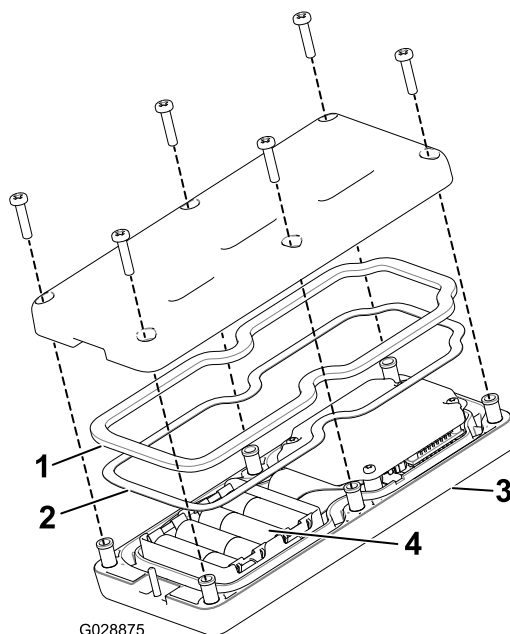

Figura 18
3. Asegúrese de que el obturador de acero y la junta de goma se encuentran en el lugar adecuado del control remoto y coloque de nuevo la tapa trasera (Figura 18).
4. Ajuste la cubierta con 6 tornillos (Figura 18) y apriételos a entre 1,5 y 1,7 N·m.
2. Coloque las baterías en su alojamiento observando la polaridad correcta. (Si las pilas se instalan de forma incorrecta, la unidad no resultará dañada, pero no funcionará.) El alojamiento lleva marcas de polaridad para cada terminal grabadas en relieve (Figura 18).